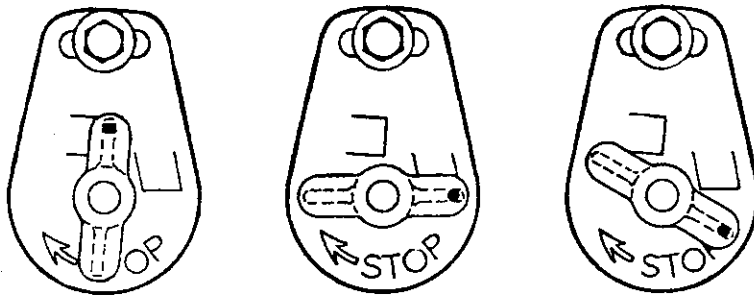

Fig. 10 Motorcontrole
- f. Trek het controlehandle uit en zorg ervoor dat dit linksom kan draaien en tegen de bovenste stop aankomt, zoals aangegeven op fig. 10.
- k. Zodra de motor op toeren is gekomen, het controlehandle rechtsom draaien tot het horizontaal staat. (Zie fig. 10).